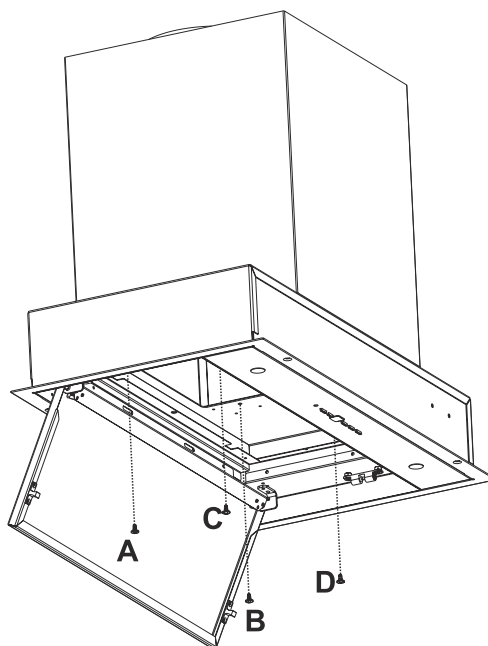

Fig. 23
- 3.** ➔ Fjern skruerne som sidder i punkterne A, B, C & D der holder motorkabinettet fast. Fjern derefter motorkabinettet. (Fig. 23).